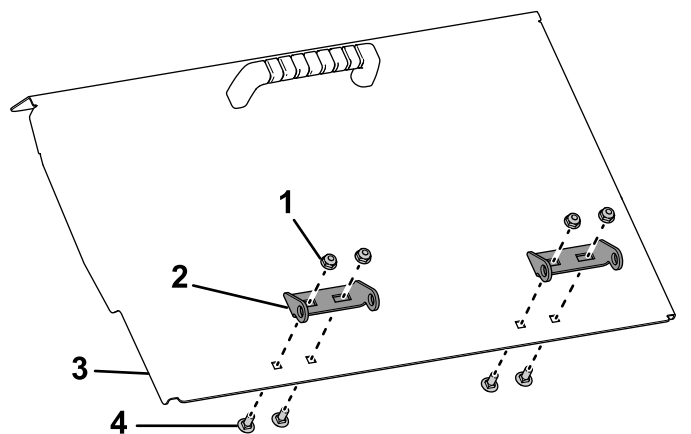

Figure 7
- Fixez légèrement la charnière sur la trappe de la trémie à l'aide des boulons de carrosserie ($\frac{1}{4}'' \times \frac{5}{8}''$) et des contre-écrous fournis (Figure 7). Placez la charnière sur la porte en face de la charnière sur la machine, puis serrez les fixations.